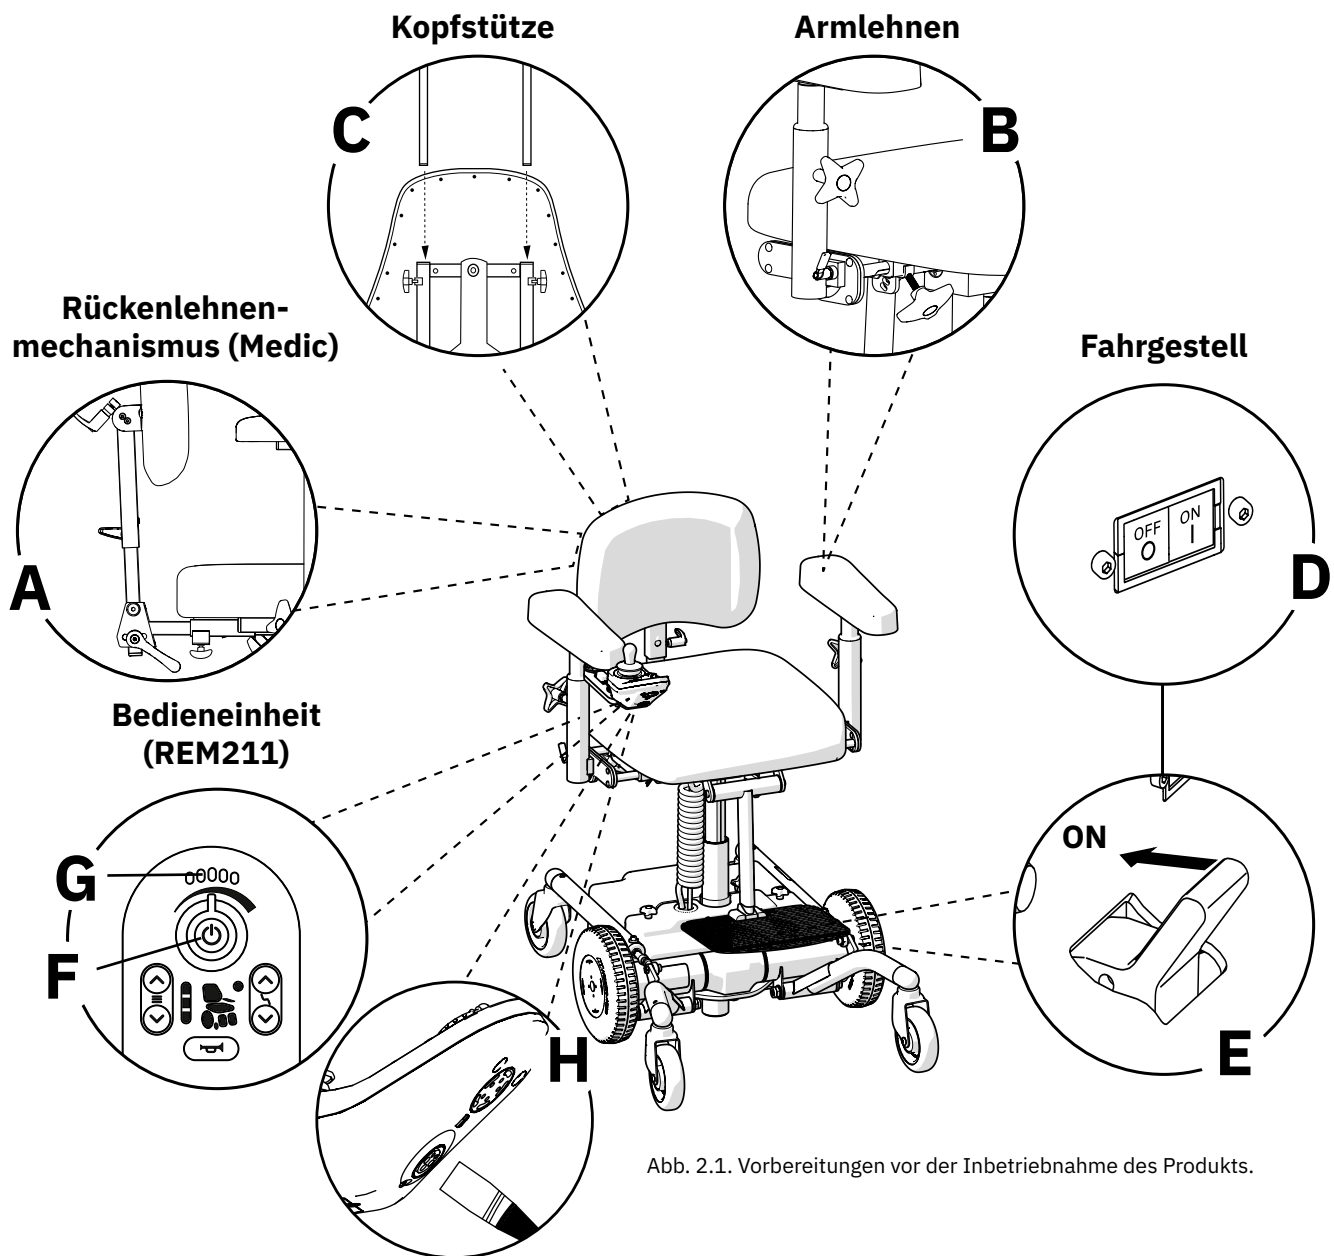

Abb. 2.1. Vorbereitungen vor der Inbetriebnahme des Produkts.
Setzen Sie das Rohr der Rückenlehne in den Rückenlehnenmechanismus (A) ein und stellen Sie die gewünschte Höhe ein, siehe Abb. 2.1. Ziehen Sie sämtliche Handschrauben (A) fest. Die Abbildung zeigt einen von mehreren Rückenlehnenmechanismen, die für Mercado-Medic-Produkte erhältlich sind. Die anderen Rückenlehnenmechanismen werden auf die gleiche Weise montiert, auch wenn sie sich optisch von der Abbildung unterscheiden können.
Lösen Sie die Handschrauben an den Armlehnen (B) und stellen Sie die gewünschte Höhe und Breite ein, siehe Abb. 2.1. Ziehen Sie sämtliche Handschrauben (B) fest. Vergewissern Sie sich beim Absenken der Armlehne, dass der Knauf in der Verriegelungsposition einrastet. Wenn der Knauf nicht einrastet, drehen Sie ihn, bis er hörbar einrastet.
Sofern das Produkt mit einer Kopfstütze geliefert wird, stecken Sie den Kopfstützenmechanismus in die Halterung an der Rückenlehne (C) und stellen Sie die gewünschte Höhe ein, siehe Abb. 2.1. Ziehen Sie sämtliche Handschrauben (C) fest.
Stellen Sie sicher, dass die Automatiksicherung auf „ON“ (D) und die Steuerung zur Aktivierung der Bremse auf „ON“ (E) gestellt ist, siehe Abbildung 2.1.
1. Betätigen Sie den Hauptschalter (F), siehe Abb. 2.1.
2. Prüfen Sie, ob der Akkuladestand (G) mindestens im gelben Bereich ist. Wenn er im roten Bereich sein sollte, laden Sie das Produkt auf. Siehe 2.3. Aufladen.
3. Prüfen Sie, ob der Hauptschalter (F) grün leuchtet.
1. Schließen Sie den Ladestecker an die Ladebuchse an. Die Ladebuchse befindet sich vorn an der Bedieneinheit und ist mit einem Batteriesymbol gekennzeichnet, siehe Abb. 2.1 (H).